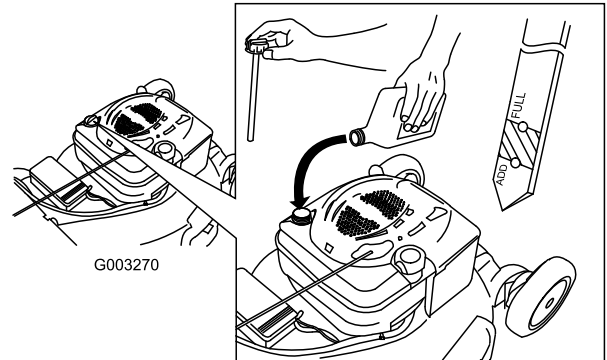

Bild 10
2. Ziehen Sie den Ölmesstab heraus (Bild 10).
5. Nehmen Sie den Peilstab heraus und lesen den Ölstand ab, siehe Bild 10.